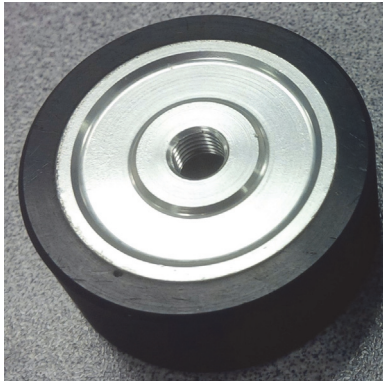

Figure 2-2 Partie filetée de la roue orientée vers l'extérieur
5. Orientez la nouvelle roue avec la partie fileté vers l'extérieur (voir la Figure 2-2 à la page 30), vissez-la sur l'axe et serrez-la à la main.